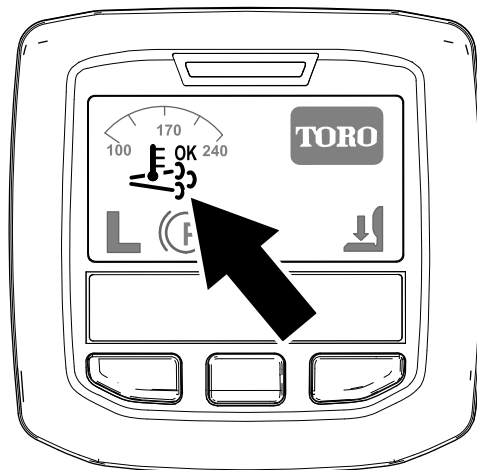

Figura 25
- El icono de regeneración asistida/de reinicio se muestra en el InfoCenter (Figura 25).